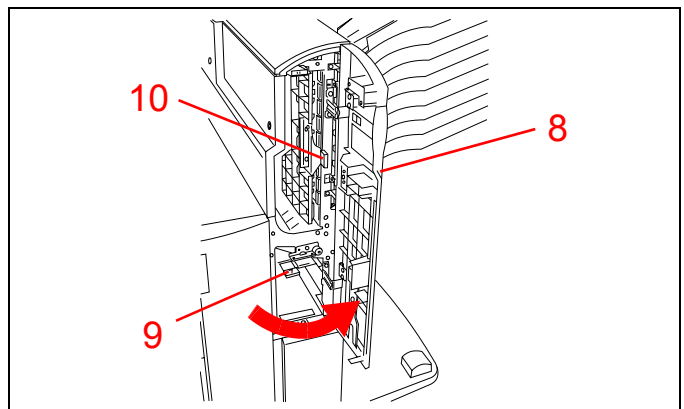

Abbildung 17
8. Befindet sich der Stau hinter der rechten Tür (siehe Abbildung 17), öffnen Sie diese Tür.